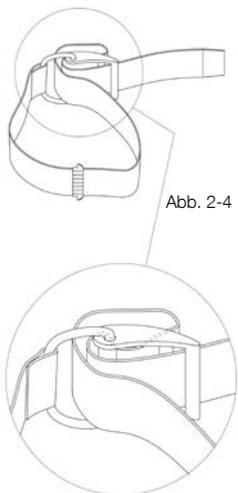

Abb. 2-4
1. Drehen Sie den Spannbügel, bis er in offener Position einrastet. Schieben Sie das Band wie abgebildet (Abb. 2-4) in die Kunststoffschnalle. Durchnässen Sie das Band bevor Sie es am Tank festklemmen und stellen Sie die Länge ein (Abb. 2-7).